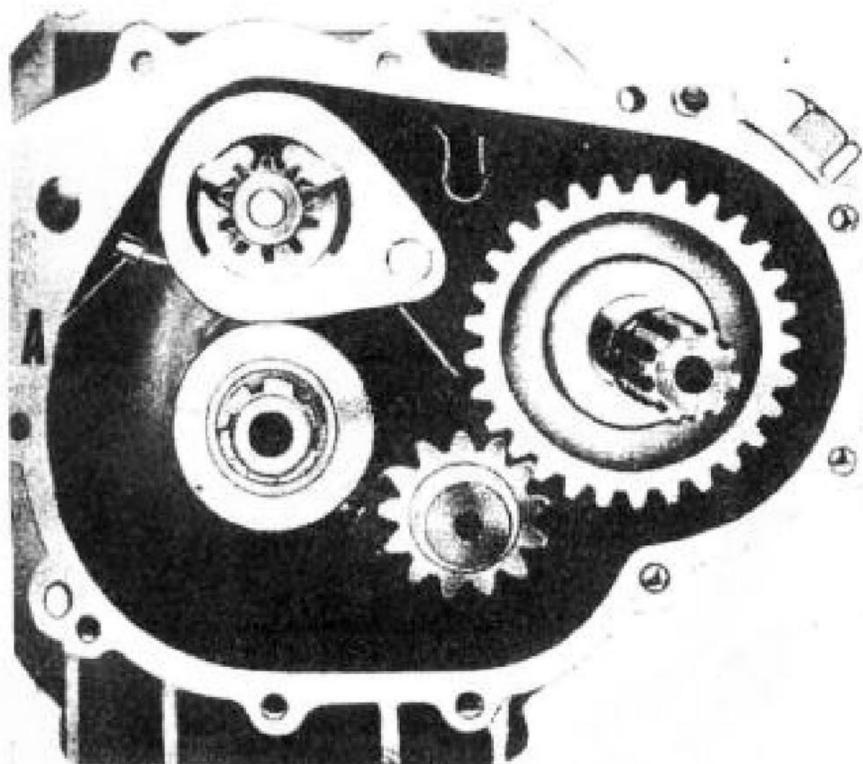

Fig. 90
- il corpo contatto segnalazione folle (A di fig. 90);